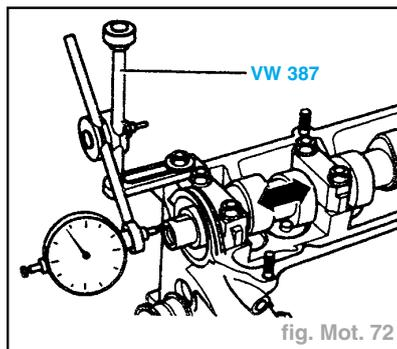

fig. Mot. 72
- Mesurer le jeu axial : celui-ci doit être inférieur à 0,15 mm (fig. Mot. 72).